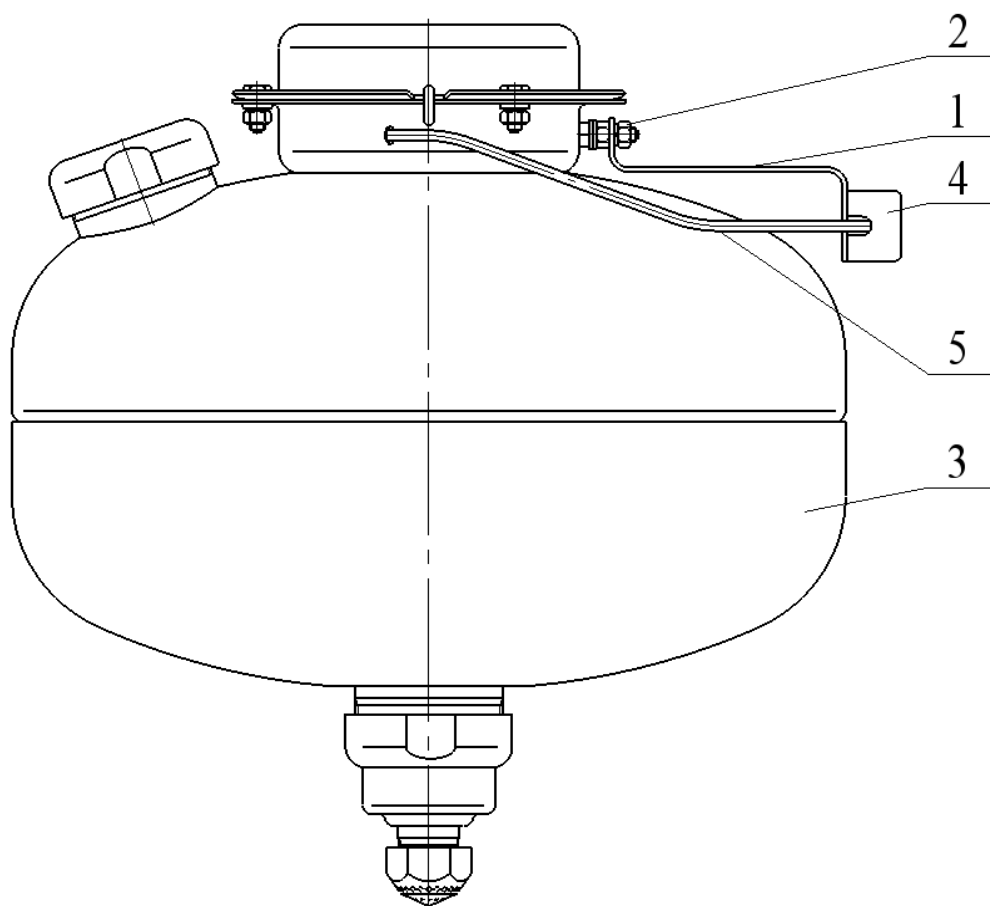

Рисунок 2
- е) по заявке Потребителя (см. рисунок 2):
4.1.2 Для удобства монтажа по заявке Потребителя МУПТВ может быть дополнительно укомплектован коробкой монтажной огнестойкой КМ-О 4(к)-IP41-s с кронштейном для монтажа ее на корпусе модуля (см. рисунок 2). В данном случае на кронштейне 1, закрепленном гайкой 2 на фланце МУПТВ 3, установлена коробка монтажная 4. Выводы элемента электропускового 5 ИХГ, вставленные в трубку ПВХ, соединены с коробкой монтажной 4. Соединение МУПТВ с пусковой цепью производится согласно утвержденному проекту.